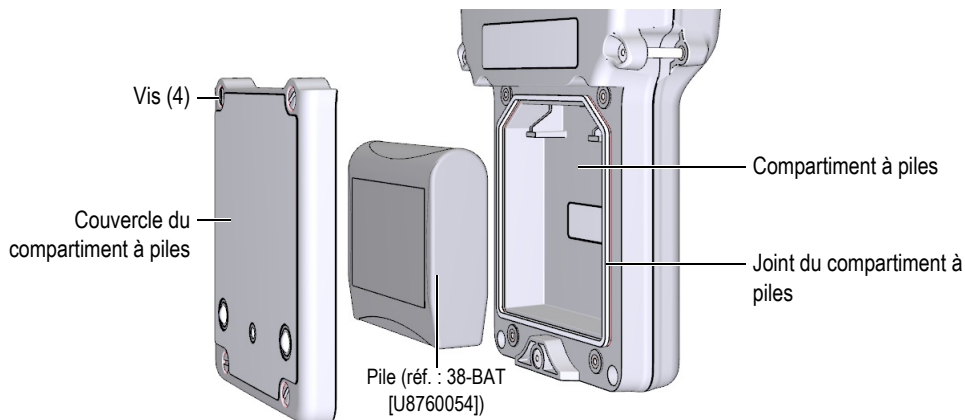

Figure 2-4 Ouverture du compartiment à piles
Les piles se trouvent dans le compartiment à piles situé sur le panneau arrière du 38DL PLUS (voir la Figure 2-4 à la page 48).
6. Sur le panneau arrière de l'appareil, dévissez les quatre vis du couvercle du compartiment à batterie (voir la Figure 2-4 à la page 48).